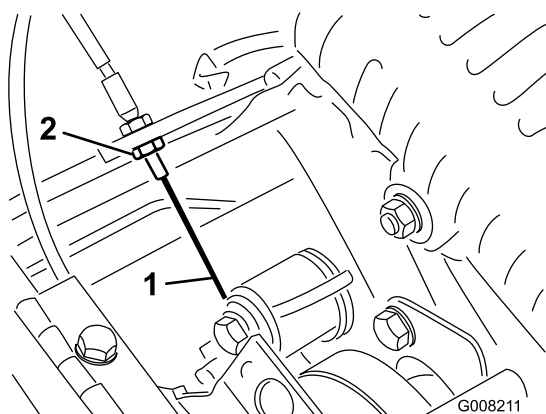

図 42
3. 走行ケーブルの前ジャムナットをゆるめ、後ジャムナット図 42を締めてケーブルの張りを出し、3-4 kgの力で走行コントロールがつかないようにする